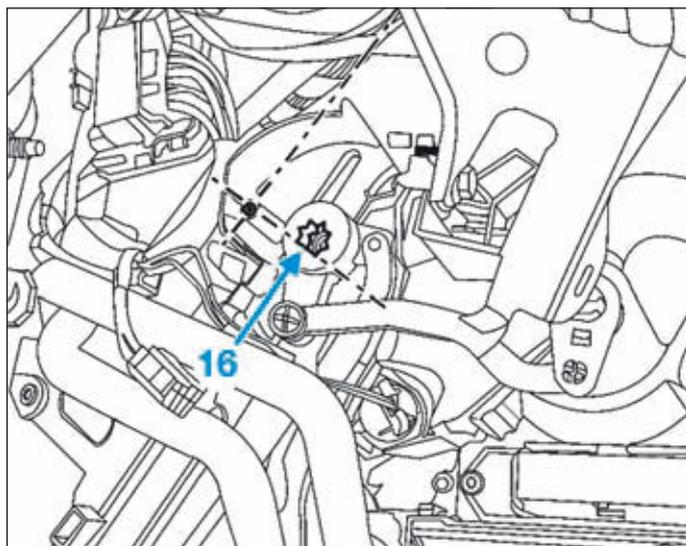

FIG.59
- Agir sur la biellette de renvoi de façon à positionner le méplat (16) de l'empreinte du moteur de distribution à 90° par rapport à l'axe de référence du bloc de chauffage-climatisation (Fig.59).